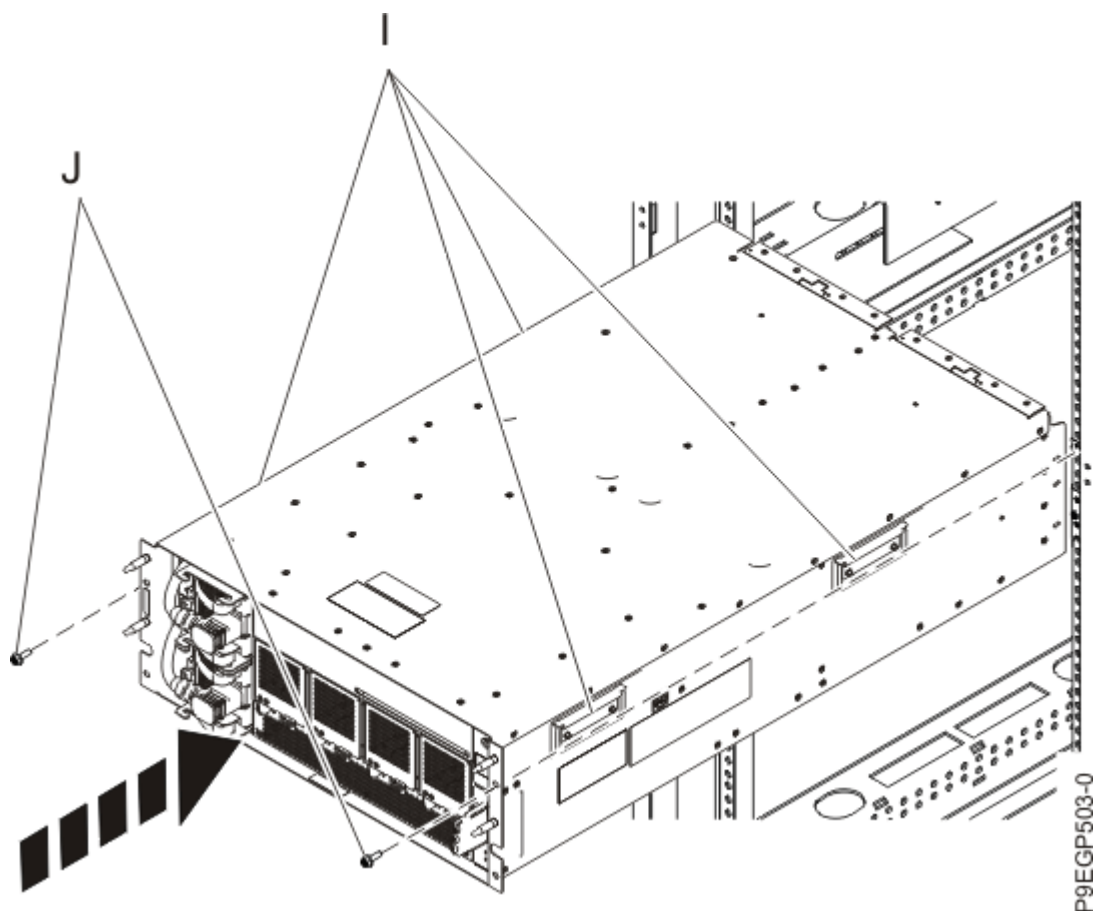

Figura 9. Instalarea unui sertar în dulap
- a) Utilizați trei persoane, două persoane care țin de cele patru mâneri **(I)**, așa cum se vede în Figura 9 a pagina 12, și una în fața sertarului pentru a-l ghida. Ridicați sertarul și poziționați-l peste partea din față a șinelor.